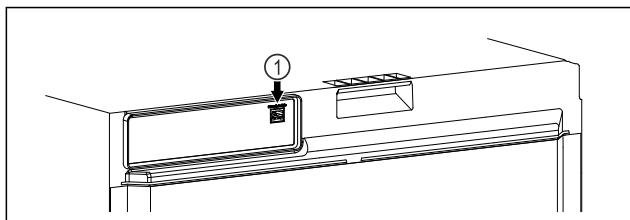

Fig. 91
- ☐ SmartModule Fig. 91 (1) установлен.